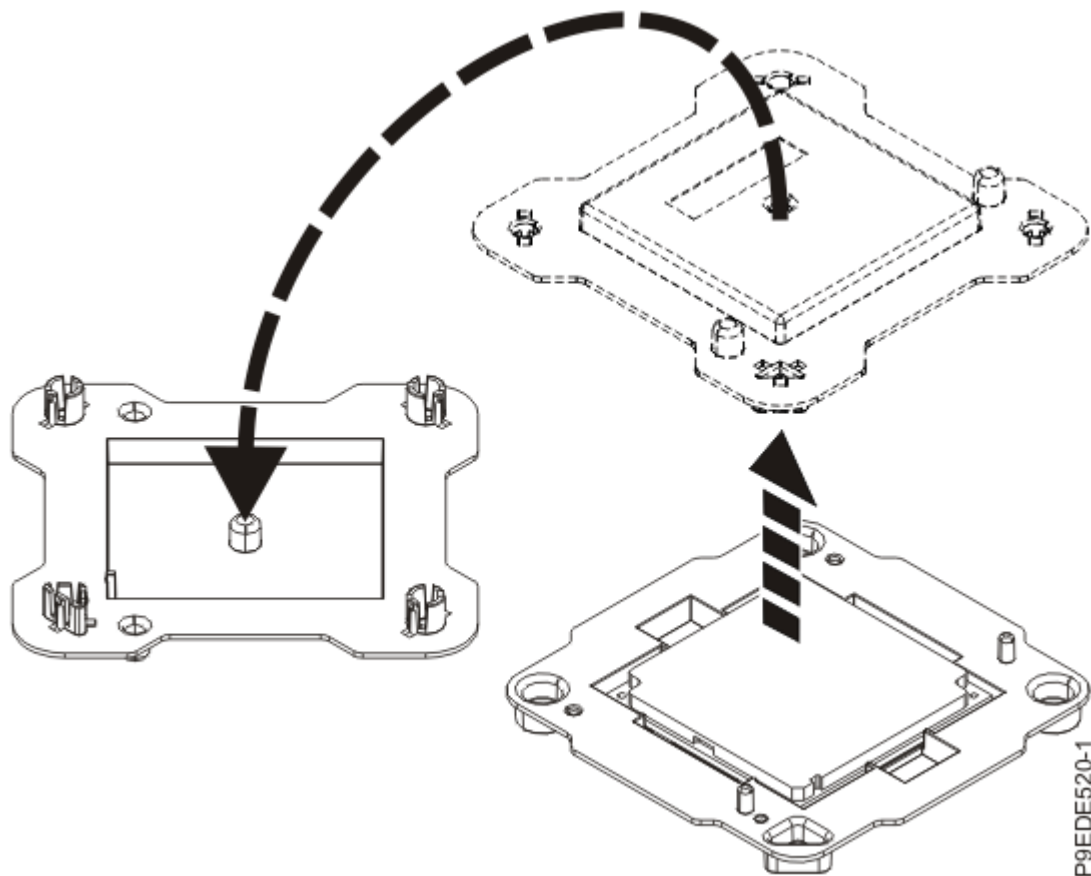

Abbildung 12. Verpackung des Systemprozessormoduls öffnen
2. Öffnen Sie die Verpackung des neuen Systemprozessormoduls und legen Sie die Abdeckung mit der Oberseite nach unten neben den Träger, siehe Abbildung 12 auf Seite 15. Die Abdeckung wird für das Systemprozessormodul verwendet, das Sie austauschen wollen.